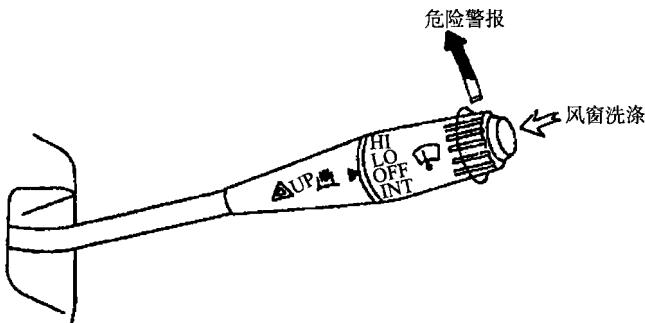

图 1-7 组合开关右手柄
② 转向开关。左手柄处于中档位时，转向灯关闭；将左手柄向前推，右转向灯亮，同时仪表盘上相应的转向指示灯闪亮；将左手柄向后拉，左转向灯亮，同时仪表盘上相应的转向指示灯闪亮。
(2) 右手柄 如图 1-7 所示，该开关为操纵杆式，在转向柱右侧。主要包括刮水器开关、风窗洗涤器开关、危险警报开关、排气制动开关。